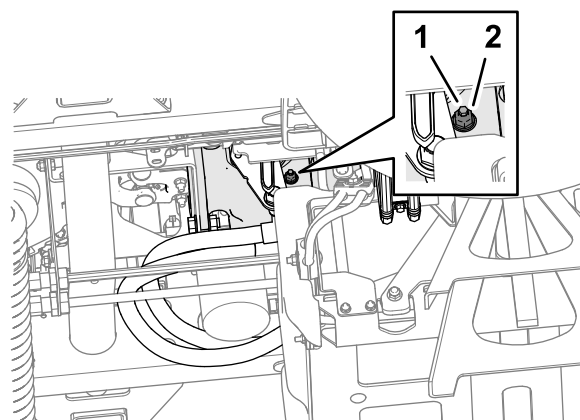

Рисунок 106
3. С нижней части машины и с правой стороны тягового насоса ослабьте контргайку, которая крепит винт регулировки возврата в нейтральное положение (Рисунок 106).